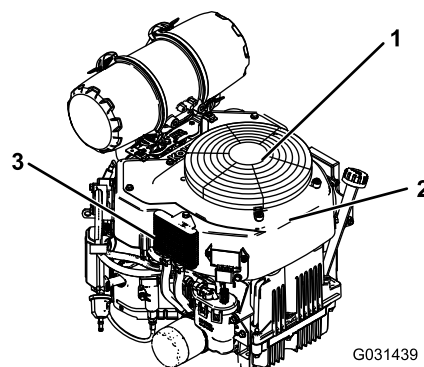

Figure 64
3. Enlevez la grille d'entrée d'air et le carter du ventilateur (Figure 64).
5. Reposez la grille d'entrée d'air et le carter du ventilateur (Figure 64).